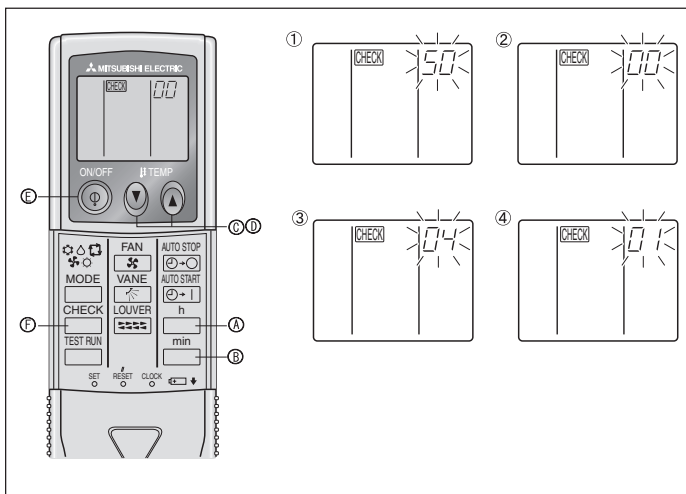

Fig. 6-7
- ⑧ Appuyer sur la touche MODE [Ⓔ], les numéros de programmation et de mode (1) et (2) changeront et seront continuellement affichés, et les détails de la programmation pourront être confirmés.
- ⑨ Appuyer simultanément sur les touches FILTER [Ⓐ] et TEST RUN [Ⓔ] pendant au moins 2 secondes. L'écran de sélection des fonctions apparaît momentanément, et l'affichage d'arrêt du climatiseur apparaît.
2) Pour la télécommande sans fil infrarouge (Fig. 6-7)